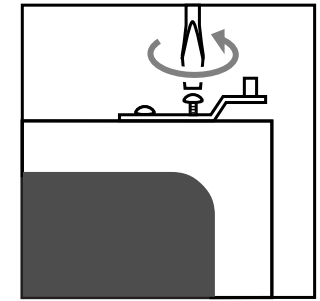

Abb. 7b
- Das Scharnier, das sich nun auf der oberen Seite befindet, entfernen (Abb. 7b). Achtung: der Ring gehört zum unteren Scharnier.